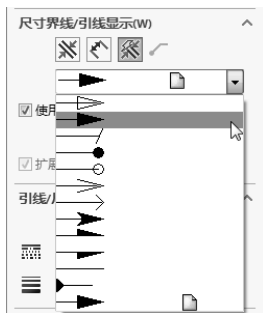
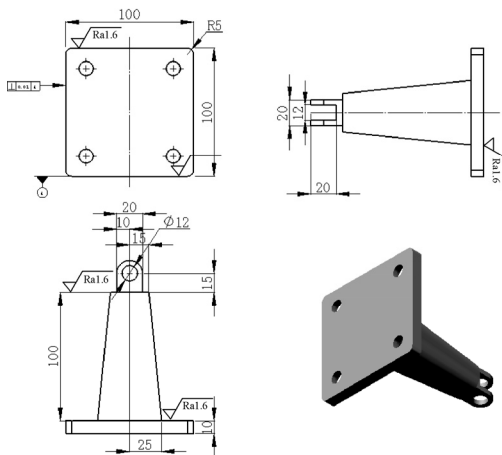

图 12-67 “尺寸界线/引线显示”属性管理器
图 12-68 工程图
13) 设置箭头形式。选择视图中的所有尺寸, 在“尺寸”属性管理器的“引线”选项卡中的“尺寸界线/引线显示”选项组中选择实心箭头, 如图 12-67 所示。单击 (确定) 按钮, 最终可以得到图 12-68 所示的工程图。工程图的生成到此即结束。